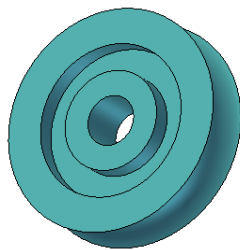

图 8-42 旋转出蜗轮主体
③单击【确定】按钮完成旋转特征，此时创建的零件如图 8-42 所示。